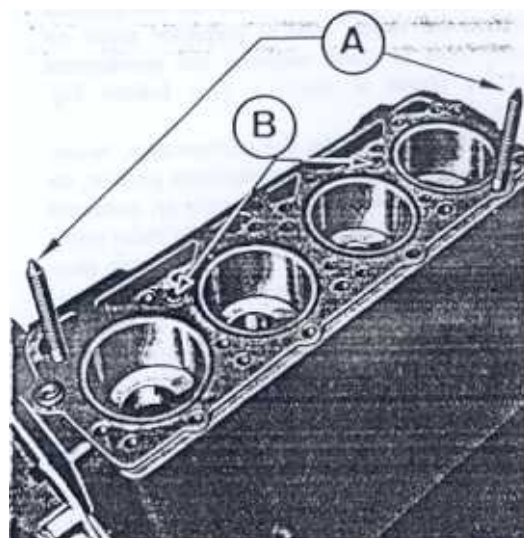

Fig. 01A-11L-01 — Espárragos-guía para montar la culata
8. Introducir los espárragos de guía lútil TTr/MD-6050) en orificios diagonalmente opuestos, en ambos extremos del bloque (ver Fig. 01A-11L-01). Colocar un nuevo retén de caucho en la cavidad de la cara superior del bloque, correspondiente al conductor de lubricación del eje de balancines.
9. Colocar la culata, extraer los espárragos de guía e instalar los tornillos y apretarlos por orden según se ilustra en la fig. 01A-11L 02. Sin embargo, el apriete debe efectuarse en dos fases. En la primera, se apretarán los tornillos a un parcial de 6 a 7 kgm, aplicándolos, en la segunda pasada y siguiendo el mismo orden, el par definitivo requerido de 11,75 a 12,44 kgm. Con ello, se evitará la deformación de los asientos de las camisas en el bloque y la posterior rotura de éstas o del bloque por el movimiento de los pistones.